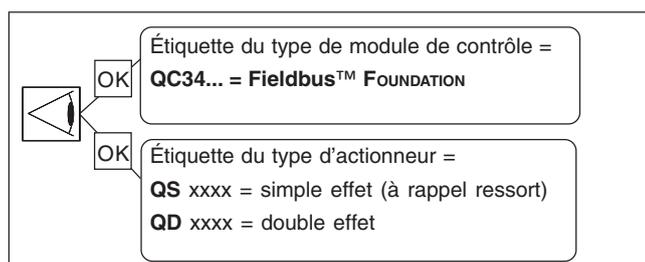

Fig. 2.2 Identification
- \* L'exécution correcte est indiquée sur l'étiquette du module (reportez-vous à la fig. 2.2).
- \* Vérifiez le type d'actionneur : simple effet ou double effet (reportez-vous à la fig. 2.2).